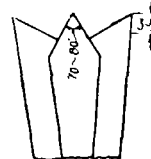

图2 三角形钎头
2. 在坚硬岩石中,三角钎头(如图2)較一字形钎头为佳,但鑿岩效率赶不上凹形钎头及鋸齿形钎头。